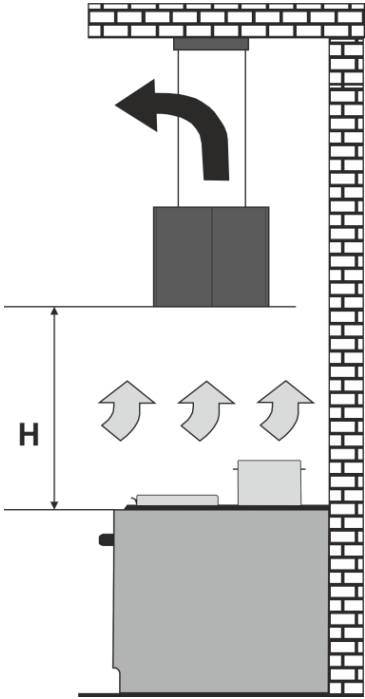

Рис.1
1.11 Увага! Витяжка монтується на стіні над електроплитами на висоті 650-750мм, а над газовими плитами на висоті 750-850мм від робочої поверхні плити **(рис.1).**
- 4.5** При монтажі витяжки на необхідній настановній висоті **H** над плитою (рис.1) для відводу повітря в вентиляційний канал використовувати повітровід **Ø150 - Ø120мм**. Менший діаметр створить додатковий опір повітрю, що призведе до збільшення шуму і вібрації, а також до перегріву двигуна.